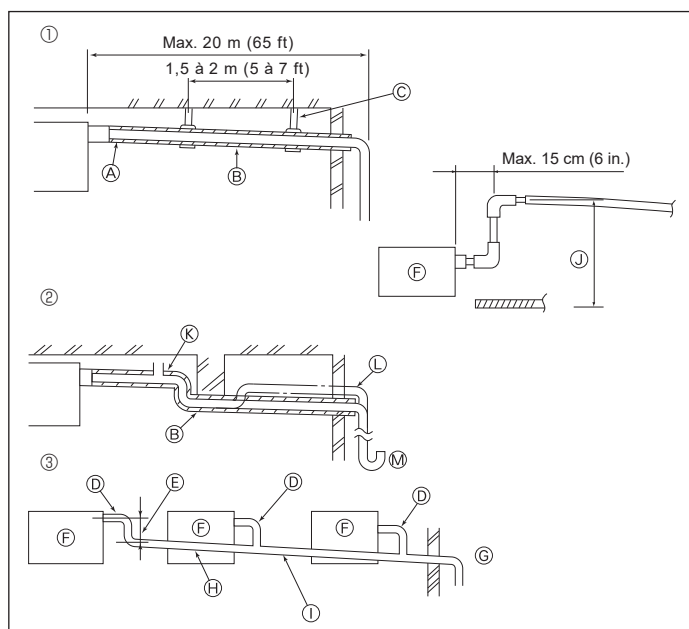

Fig. 3-4
3.4. Mise en place du tuyau d'écoulement (Fig. 3-4)
- ① Tuyauterie correcte
- ② Tuyauterie incorrecte
- ③ Mise en place groupée des tuyaux